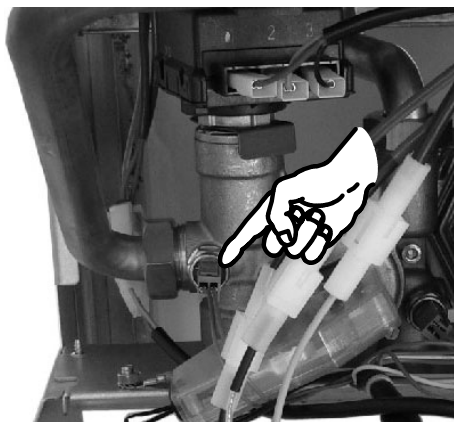

Fig. 8.3 Sonda NTC de calefacción
- 11 Desconectar la sonda de calefacción en **Fig. 8.3**
- 13 Volver a conectar la sonda de calefacción en **Fig. 8.3**